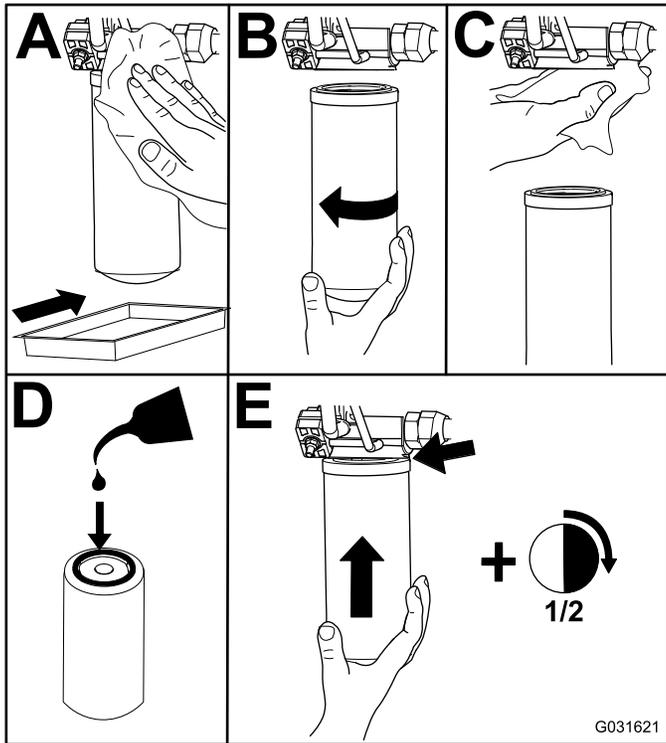

Figura 77
2. Sostituite il filtro idraulico di carica nel vano di sollevamento idraulico, come illustrato nella Figura 77.
4. Sostituite il filtro di ritorno sul lato destro della macchina (Figura 77).